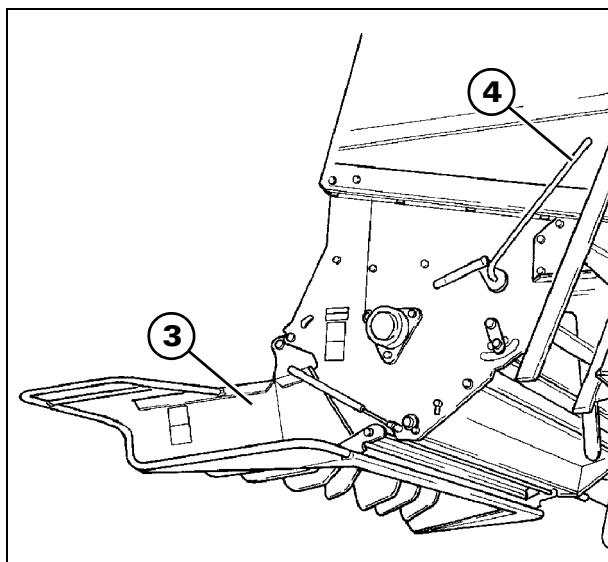
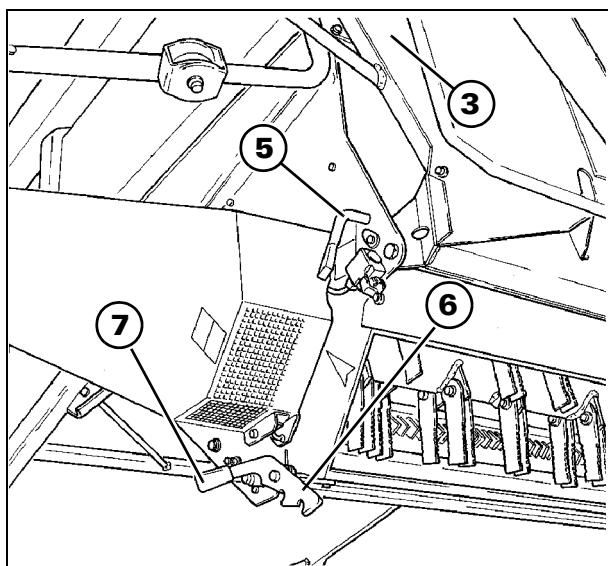
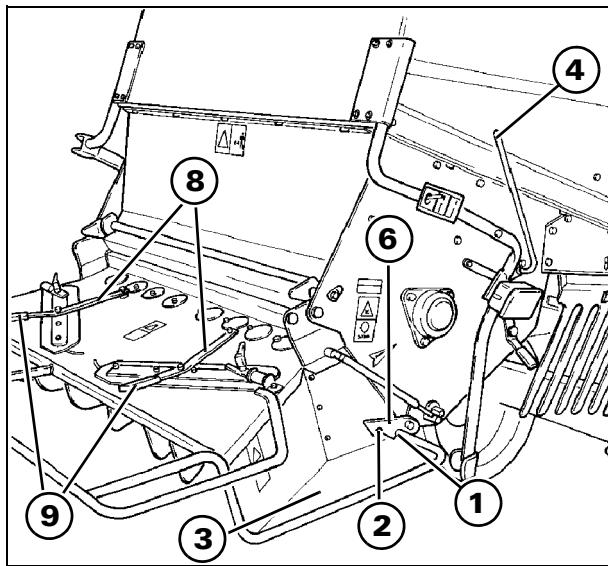

Рис. 22
Рис. 23
Рис. 24
### ПОЛОЖЕНИЕ ДЛЯ ТРАНСПОРТИРОВКИ - Рис. 22 – Рис. 23
При движении по дорогам ротор соломорезки должен быть заблокирован, а разбрасыватель (3) должен находиться в рабочем положении, как показано на Рис. 22. При буксировке комбайна прицепа жатки разбрасыватель (3) должен быть направлен вверх, как показано на Рис. 23. Для того чтобы поднять разбрасыватель вверх, отпустите блокировочное устройство (6) при помощи рычага (7), поверните разбрасыватель (3) вверх и закрепите его при помощи блокировочного устройства (5).
### РАБОЧЕЕ ПОЛОЖЕНИЕ - Рис. 22 – Рис. 24